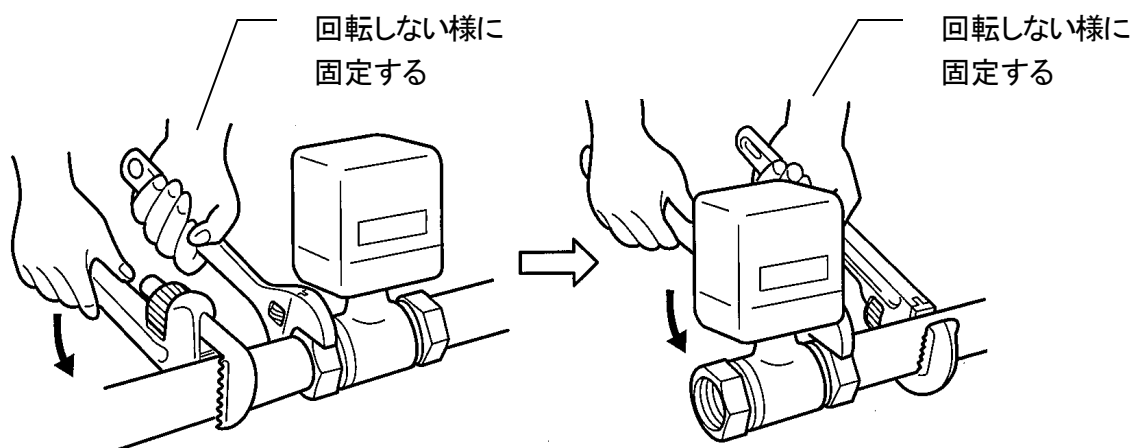

図 20
- ① バルブを配管から取外す場合は、配管内部に流体が滞留していないことを確認し図 20 の通り、取外す配管に近い側のバルブスパナ掛け部を使用し取外してください。